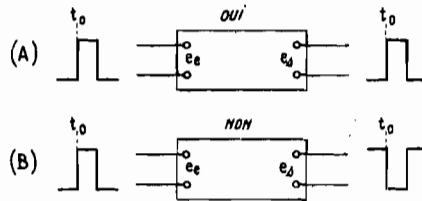
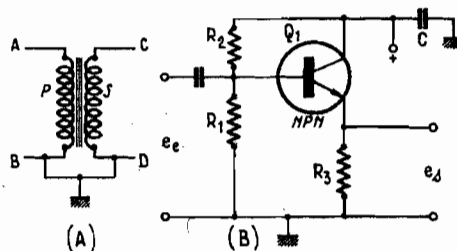
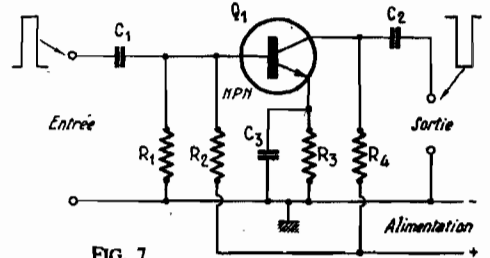

FIG. 5
FIG. 6
FIG. 7
être un circuit OUI si les enroulements AB et CD ne sont pas inversés et dans ce cas une impulsion de signe + par exemple à l'entrée donnera une impulsion de même signe à la sortie mais pouvant être de valeur différente si le rapport de transformation est autre que 1. La figure 6 A donne un exemple de montage de ce genre. Le transformateur est à enroulement bifilaire et il est bobiné avec deux fils en main dont les débuts sont aux points B et D (ou A et C). Le montage à transistor en collecteur commun (émettodyne ou émetteur « suiveur » ou « follower » en anglais) est un circuit OUI car il n'inverse pas.
La forme générale d'un montage NON est indiquée à la figure 5 (b)
Il va de soi que les deux montages (A) et (B) de la figure 5 recevant une impulsion négative, donneraient à la sortie, une impulsion négative (circuit OUI) et positive (circuit NON). Le transformateur idéal de la figure 6 (A) peut être réalisé en circuit NON en bobinant en bifilaire, donc dans le même sens les deux fils en commençant par les extrémités A et D (ou B et C), la masse étant toujours en B et D.
Un montage électronique NON est l'amplificateur inverseur à transistor monté en émetteur commun, comme celui de la figure 7. On sait qu'un montage de ce genre inverse et peut, pour des valeurs convenables des éléments, amplifier en tension. Rappelons que $R_1 - R_2$ est le diviseur de tension polarisant la base pour la conduction ; R_3 polarise l'émetteur, R_4 est la charge de collecteur.
doivent être prohibées, donc ne pas les utiliser à la place d'inversion. Désignons par montage EC celui de la figure 7 et par CC celui de la figure 6 (B). Montons en cascade n circuits CC et m circuits EC. Les n circuits CC (n quelconque, pair ou impair) n'inversent pas ; par contre les m circuits EC inversent si m est impair et n'inversent pas si m est pair, car chaque groupe de 2 circuits EC,